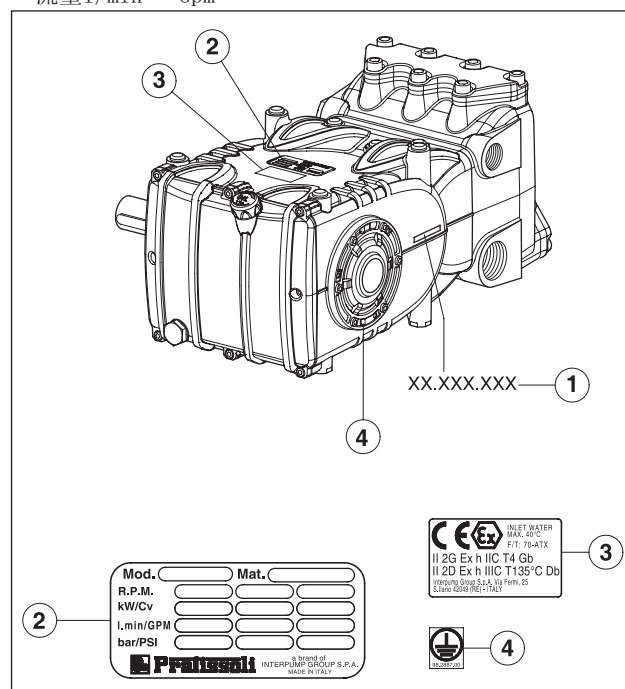

图 1
每个泵都有自己的序列号 XX.XXX.XXX（见①）和识别标牌（见②，图 1），其上标示：